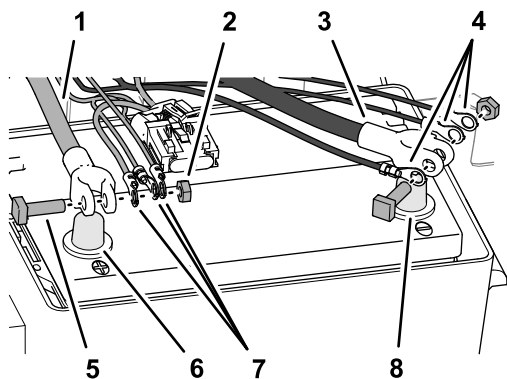

Рисунок 183
аккумулятора и ходовой частью машины (Рисунок 183).
- Снимите Т-образные болты и шестигранные гайки с клемм положительного и отрицательного кабелей аккумулятора (Рисунок 183).
клемму положительного кабеля аккумулятора (Рисунок 183).
- Закрепите, не затягивая, клеммы и Т-образный болт шестигранной гайкой (Рисунок 183).
- Вставьте Т-образный болт через отрицательную клемму (черный провод) заднего жгута проводов, отрицательную клемму навигационного/электрического жгута проводов, клемму жгута проводов питания модема и клемму отрицательного кабеля аккумулятора (Рисунок 183).
- Подсоедините положительный (красный) кабель к положительному (+) штырю аккумулятора и затяните гайку; см. Рисунок 183 в разделе Подсоединение заднего жгута проводов GeoLink, жгута проводов передачи навигационных данных и электропроводов и жгута проводов питания модема к кабелям аккумулятора (страница 88).
- Подсоедините отрицательный (черный) кабель к отрицательному (-) штырю аккумулятора и затяните гайку; см. Рисунок 183 в разделе Подсоединение заднего жгута проводов GeoLink, жгута проводов передачи навигационных данных и электропроводов и жгута проводов питания модема к кабелям аккумулятора (страница 88).